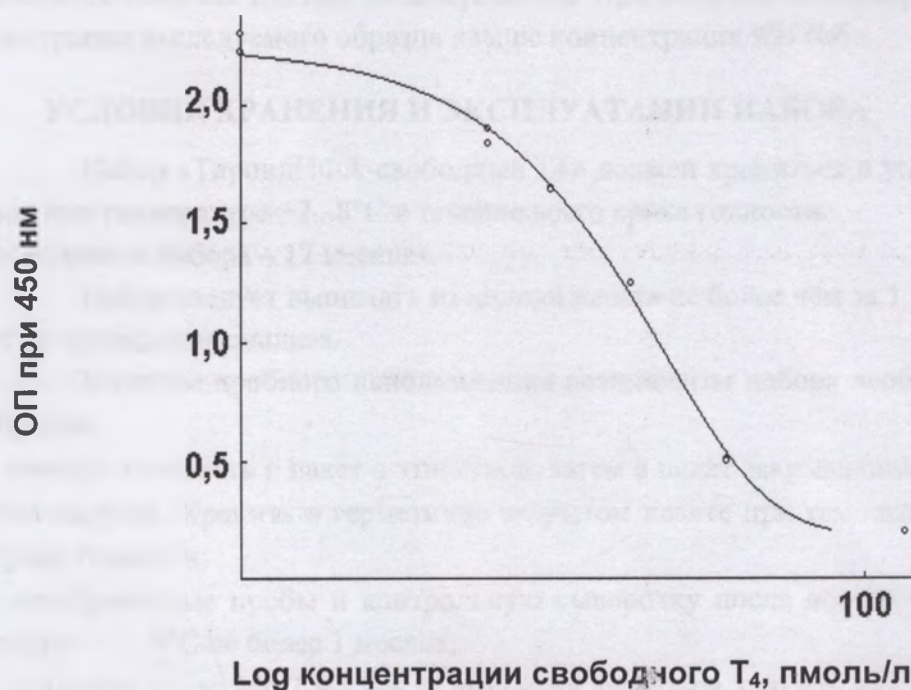

Рисунок 2. Типичный калибровочный график
9.1. Построить калибровочный график зависимости оптических плотностей от концентрации свободного Т4 (пмоль/л) в калибровочных пробах (Рисунок 2). Внешний вид графика зависит от способа преобразования осей.